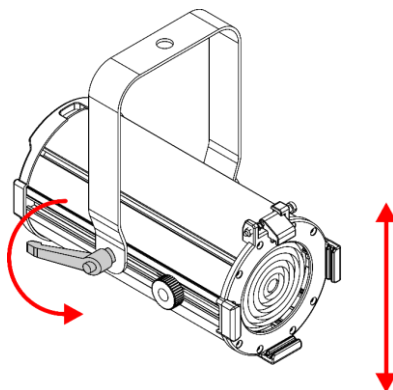

Fig. 01
01) Gire la **manilla de ajuste (06)** en sentido antihorario para aflojarla.
02) Inclíne el dispositivo hasta el ángulo deseado (véase la Fig. 01).
03) Gire la **manilla de ajuste (06)** en sentido horario para apretarla. Asegúrese de que el dispositivo no se pueda mover libremente después de haber apretado la **manilla de ajuste (06)**.